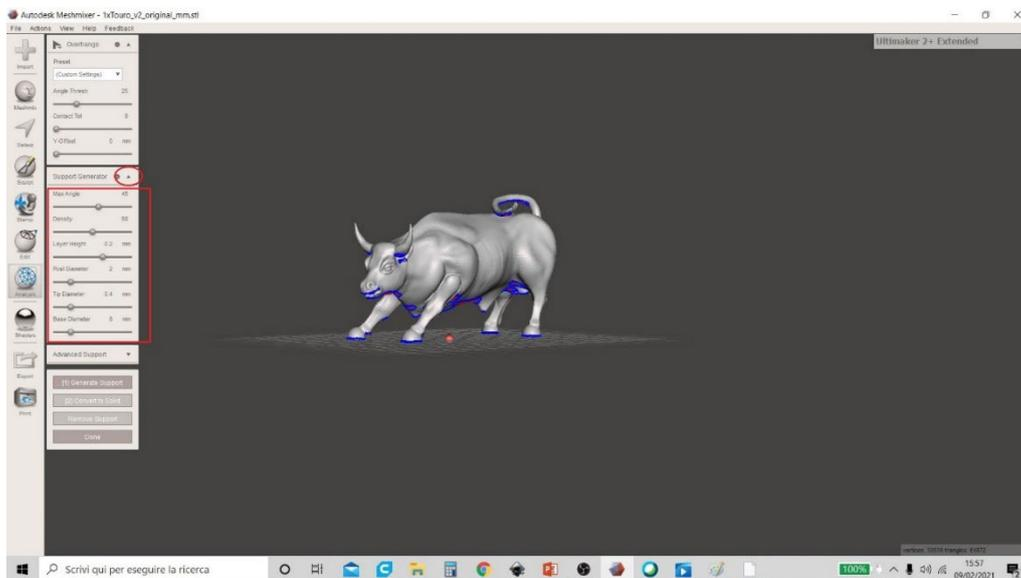

Figura 30 Meshmixer
5. El usuario tiene la capacidad de cambiar muchos parámetros. Para verlos todos e interactuar con el Software, el usuario debe hacer clic en la flecha en el menú "Generador de soporte" y aparecerá un menú desplegable con todos los elementos: "Ángulo máximo", "Densidad", "Altura de capa", "Diámetro del poste", "Diámetro de la punta" y "Diámetro de base" (Figura 30 Meshmixer).